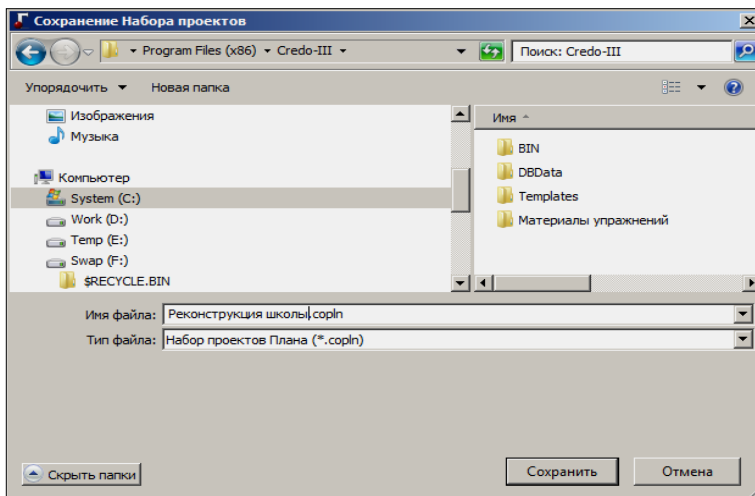

Рис. 3.18
- После выбора команды появляется диалог **Сохранение набора проектов** (рис. 3.18).